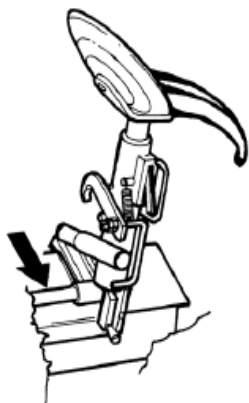

Рис. 44
4. Ежемесячно очищайте и смазывайте направляющую каретки (Рис.44).